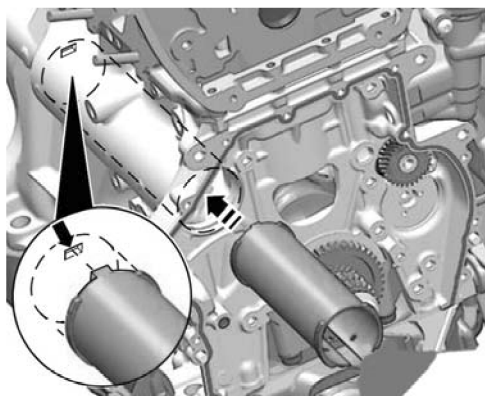

图 9-10 安装平衡轴管
14) 沿图 9-10 箭头所示方向将平衡轴管头部的凸起部位装入凹槽中（箭头）。